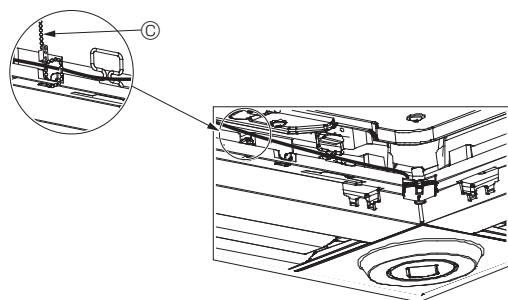

Fig. 10-12
- Segure os fios do i-See sensor e do recetor de sinais no painel com a presilha tal como exibido no diagrama de modo a que não existam folgas e, em seguida, corte o excesso da presilha. (Fig. 10-12)
- Se a posição do i-See sensor tiver sido alterada da posição "o" (E) para a posição "□" (F), altere as definições da função. (Consulte a página 130.)